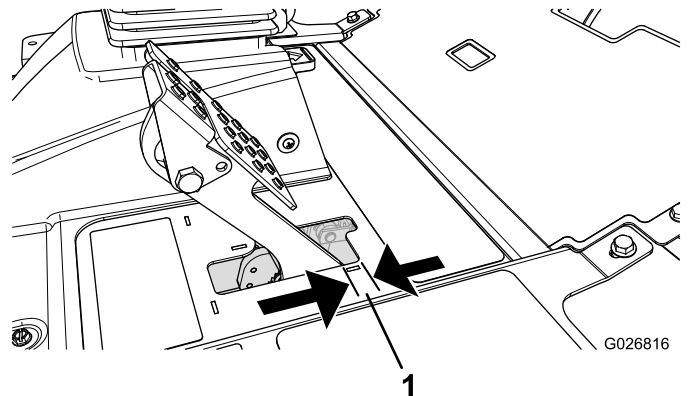

Bild 113
4. Betätigen Sie das Bremspedal leicht und messen Sie den Weg, den das Pedal ohne Widerstand zurücklegen kann (Bild 113).
Hinweis: Stellen Sie die Bremsen ein, wenn das Bremspedal mehr als 2,5 cm Spiel hat, oder wenn die Bremsen nicht mehr gut genug greifen (Bild 113).
6. Ziehen Sie die hinteren Muttern an, um den Bremszug nach hinten zu bewegen, bis das Bremspedal ein Spiel zwischen 6 mm bis 13 mm aufweist (Bild 113), bevor die Feststellbremse die Räder blockiert.